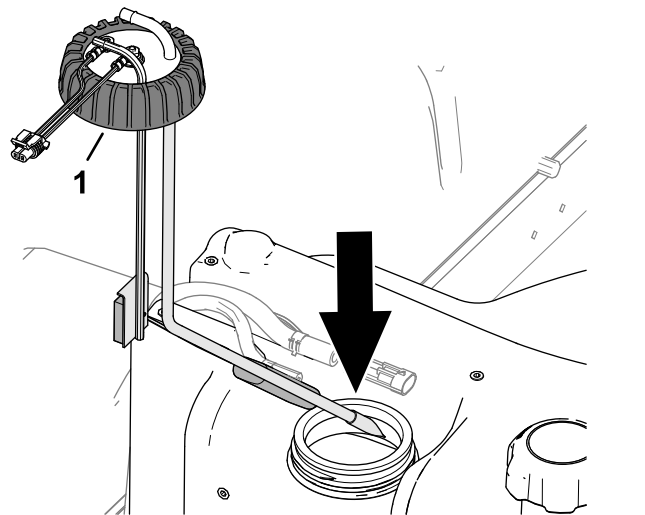

Figura 87
2. Coloque cuidadosamente el tubo de aspiración de combustible y el flotador en el depósito de combustible (Figura 87).